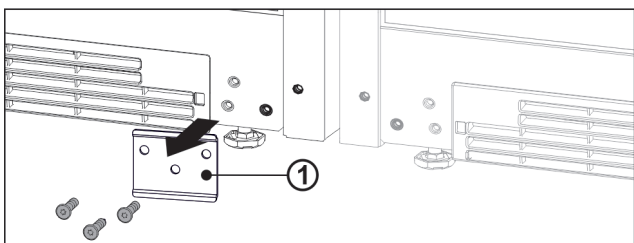

Fig. 13
- ▶ Kui on paigaldatud plekk Fig. 13 (1), siis kruvige plekk maha.